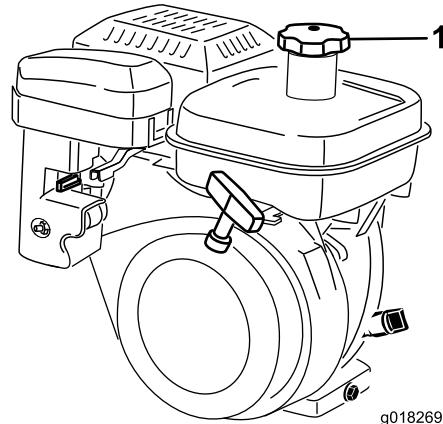

Figura 22
1. Pulite l'area intorno al tappo del serbatoio del carburante e togliete il tappo (Figura 22). Rabboccate il serbatoio carburante con benzina senza piombo, non oltre la base del filtro. Non riempite troppo.